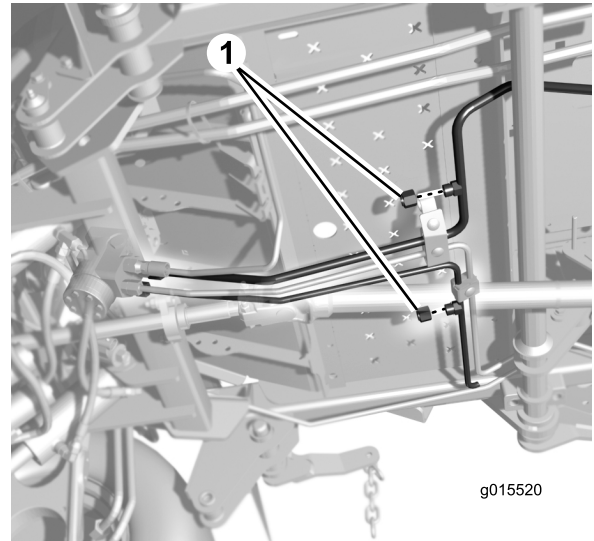

Figura 8
1. Coloque um recipiente de escoamento debaixo das tampas nos tubos hidráulicos (Figura 8).
2. Retire as tampas dos tubos hidráulicos na máquina (Figura 8). retire as tampas uma de cada vez à medida que instala os tubos para evitar a perda excessiva de fluido hidráulico.